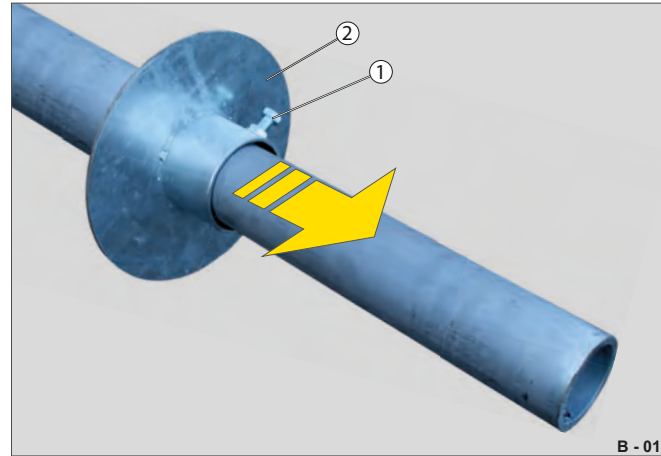

Abb. 5 Flansche entfernen
- ▶ Lösen Sie die Schrauben (Abb. 5/1).
- ▶ Ziehen Sie den rechten und linken Flansch (Abb. 5/2) von der Transportwelle ab.